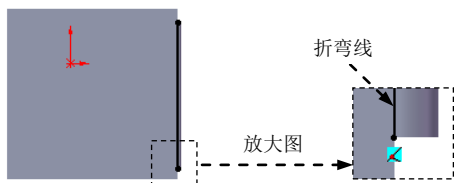

图 17.11.28 横断面草图
- (3) 定义横断面草图。在草图环境中绘制图 17.11.28 所示的横断面草图。